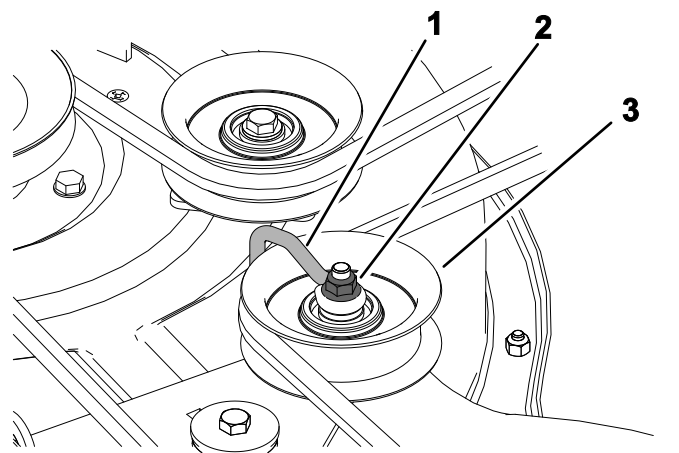

Figure 50
2. Vis (3)
5. Desserrez l'écrou qui fixe le fil métallique à la poulie de tension (Figure 50).
- Remarque:** Positionnez le fil métallique contre le bras de la poulie de tension, comme montré à la Figure 50.